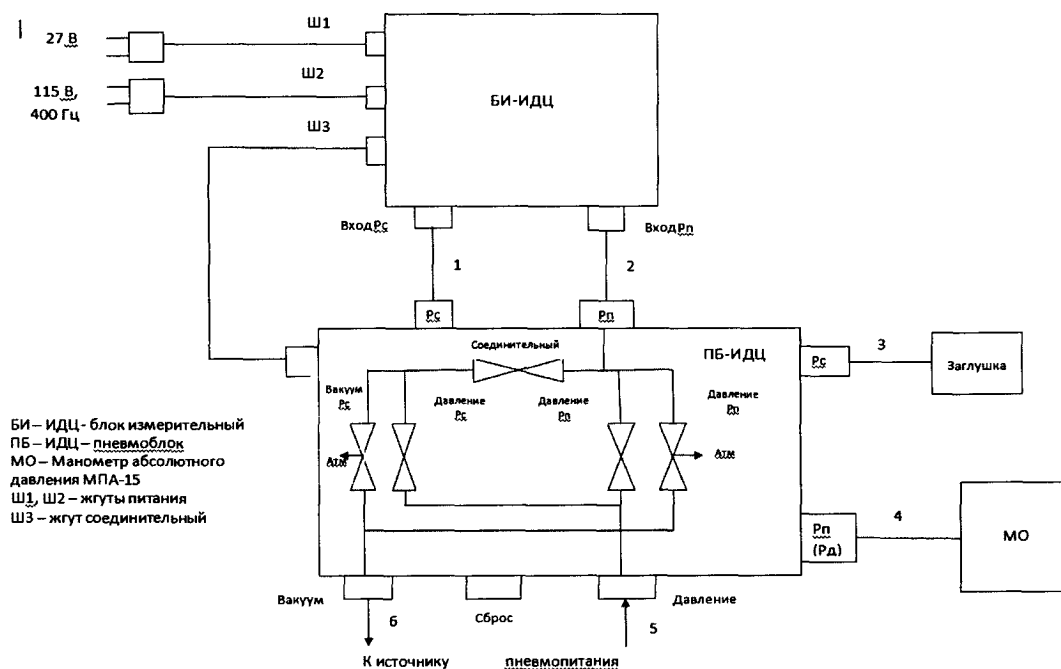

Рисунок 1 - Схема поверки измерителя
8.2.1 Соберите схему приведенную на рис. 1.
8.3.1 Соберите схему, приведенную на рис. 1, проведите подготовку к работе образцового измерителя давления в соответствии с технической документацией на него.